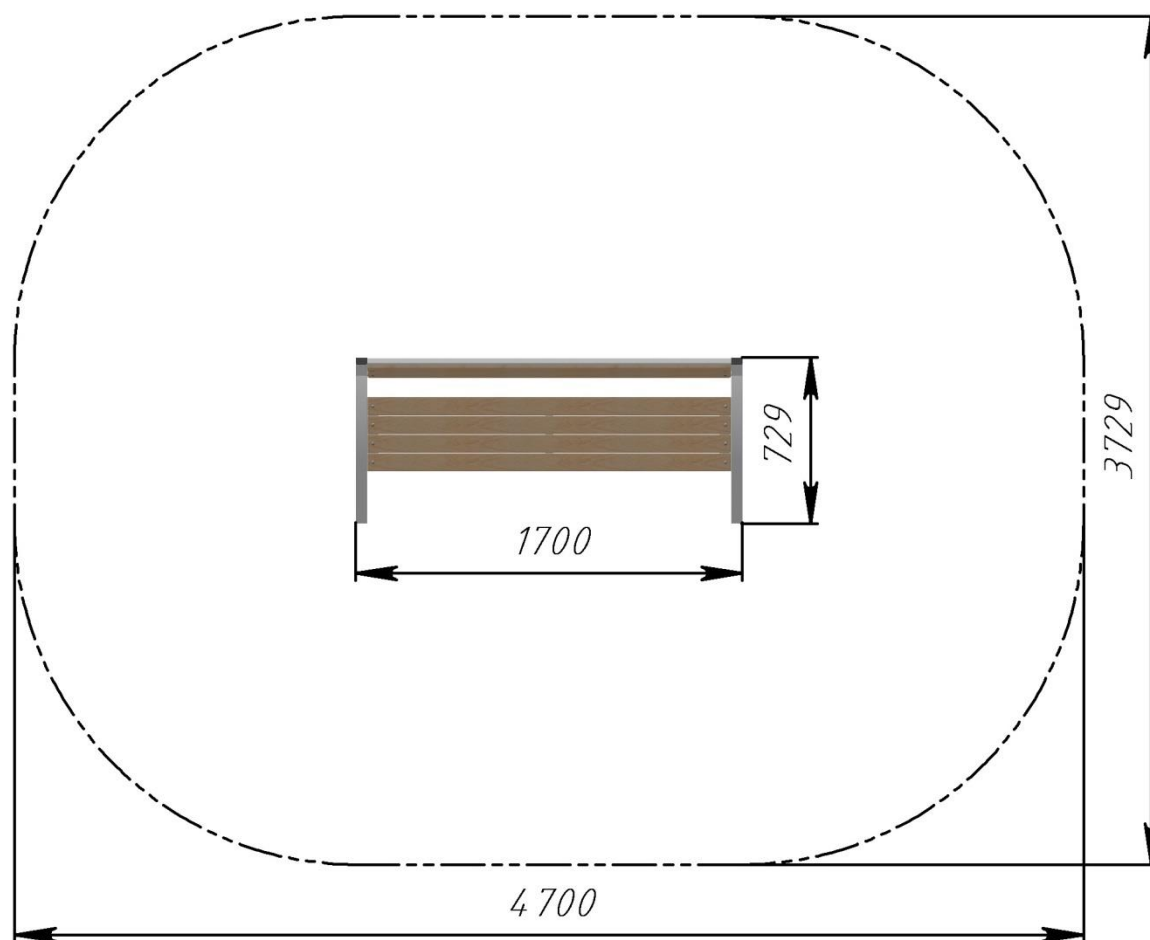

Рис.2 Безопасная зона приземления скамьи РТР 048С
12.4. Монтаж скамьи проводится на ровной площадке, свободной от насаждений. Размер площадки должен обеспечить безопасную зону приземления вокруг скамьи в соответствии с рис. 2.